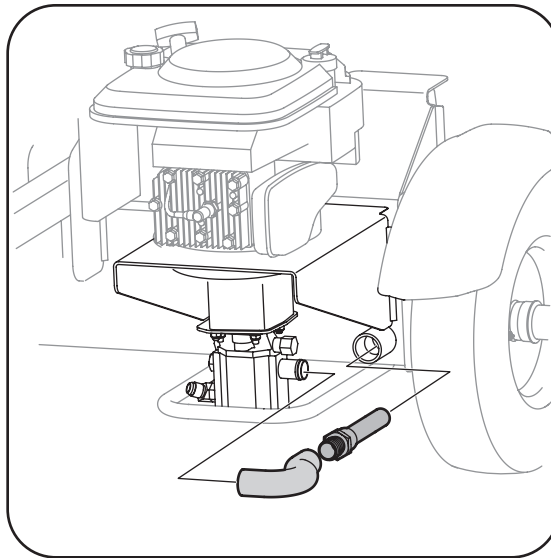

Figura 5-2
2. Con mucho cuidado desenrosque el filtro de entrada y límpielo con aceite penetrante. Vea la Figura 5-2.
4. Reinserte el filtro y vuelva a llenar el depósito con tres (3) galones de aceite. Entre los fluidos aprobados se incluyen el fluido para transmisiones automáticas Dexron® III / Mercon® III, un aceite hidráulico AW de peso 10 o el aceite hidráulico Pro-Mix™ AW-32.